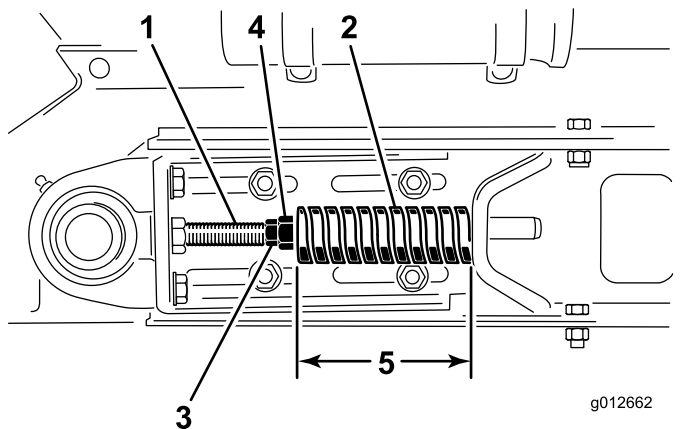

Bild 20
3. Lösen Sie die hintere Klemmmutter (Bild 20).